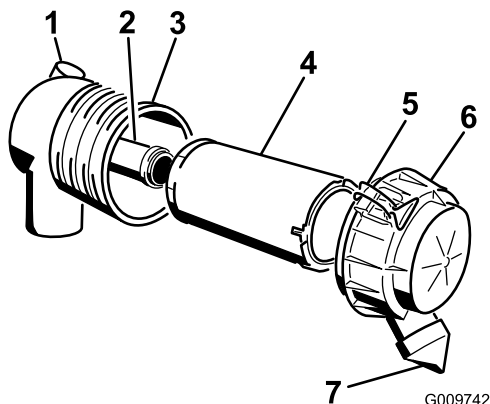

Рисунок 37
1. Осторожно извлеките фильтр грубой очистки из корпуса воздухоочистителя (Рисунок 37).
4. При замене контрольного фильтра будьте осторожны, вставляя новый фильтр в корпус фильтра (Рисунок 37).
6. Установите крышку воздухоочистителя таким образом, чтобы сторона с обозначением «UP» (ВВЕРХ), была обращена вверх, и закройте защелки (Рисунок 37).